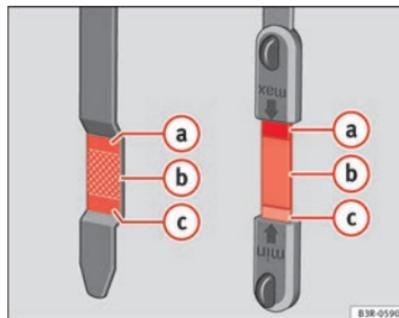

Fig. 166 Settori contrassegnati sull'astina di controllo olio
- In seguito, estrarla di nuovo e controllare il livello dell'olio ⇒ fig. 166. Se necessario, aggiungere olio ⇒ pag. 235.